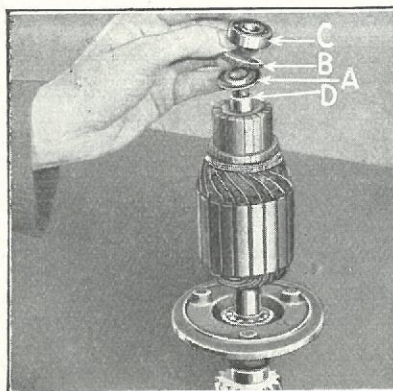

Fig. 482
- 942** Anbring Filtholderen (Fig. 482-A), Filtpakningen »B« og det mindste Kugleleje »C« paa Kommutatorenden af Ankerakslen og pres Delene ned paa Akslen, indtil Filtholderen ligger an mod Brystet af Akslen »D«. Inden Kuglelejet sættes paa, indsmøres det godt i Olie.